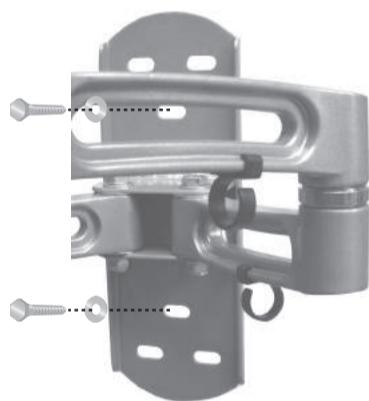

Fig. 1 – Prender a chapa na parede
5. Posicionar novamente o suporte na parede e fixá-lo, utilizando os Parafusos de ponta (Q) e os Anéis para parafusos de ponta (R) fornecidos (ver Fig. 1). Não apertar excessivamente estes parafusos e não largar o suporte antes de ter inserido todos os parafusos.
4. Inserir uma Bucha para parede de cimento (P) em cada furo, de maneira tal que seja fixada na superfície de cimento. Se necessário, pode-se utilizar um martelo para empurrar ligeiramente a bucha na parede.